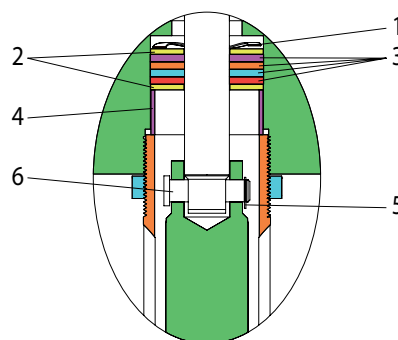

Figura 2
- Desaperte a porca de bloqueio (90571) e desaperte a bomba inteira do motor do ar. Isto irá expor o pino do conector (6) (ver figura 2).
- Remova o anel de retenção (5) e pino do conector (6) para liberar a haste de pistão de motor de ar da haste de pistão de bomba inferior.
- Remova o espaçador (4), máquina de lavar roupa (2), quatro (3) embalagens, máquina de lavar roupa (2) e (1) ondulada arruela da cavidade motor ar (ver figura 2).